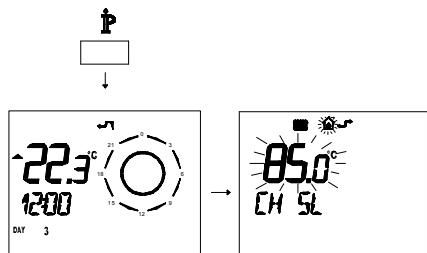

Figura 7.3
- Premere per più di 3 secondi il pulsante **IP** para per entrare in modalità *INFO* (Figura 7.3).